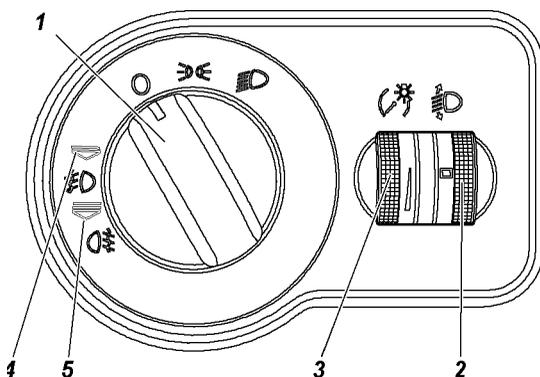

Рис. 3.4. Модуль управления светотехникой (наименование позиций см. в тексте)
**12 -модуль управления светотехникой** (рис. 3.4).
На рис. 3.4 изображен модуль управления светотехникой (МУС).